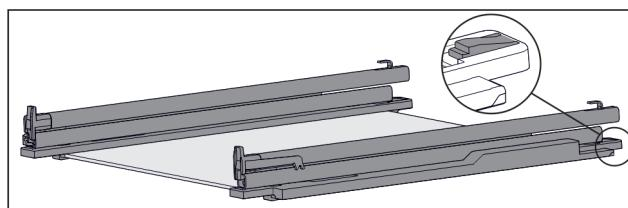

Fig. 105 Skleněná deska s kolejničkami a přídržnými díly
- Přídržný díl vzadu stlačte dolů (viz Fig. 105) a současně zasuňte kolejničku dozadu.